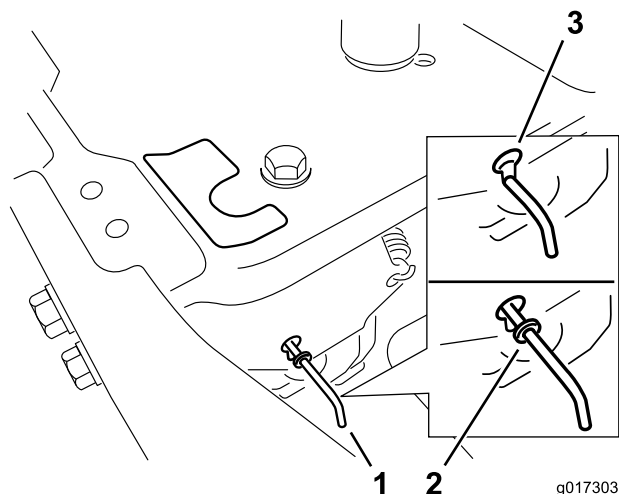

Figura 21
4. Spostate in avanti le leve di bypass attraverso il foro della chiavetta, quindi verso il basso per bloccarle in posizione (Figura 21).
Spostate indietro le leve di bypass attraverso il foro della chiavetta, quindi verso il basso per bloccarle in posizione, come illustrato in Figura 21.